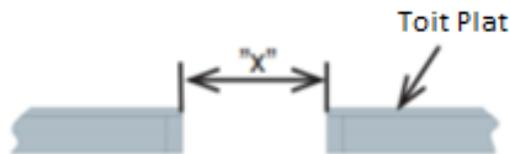
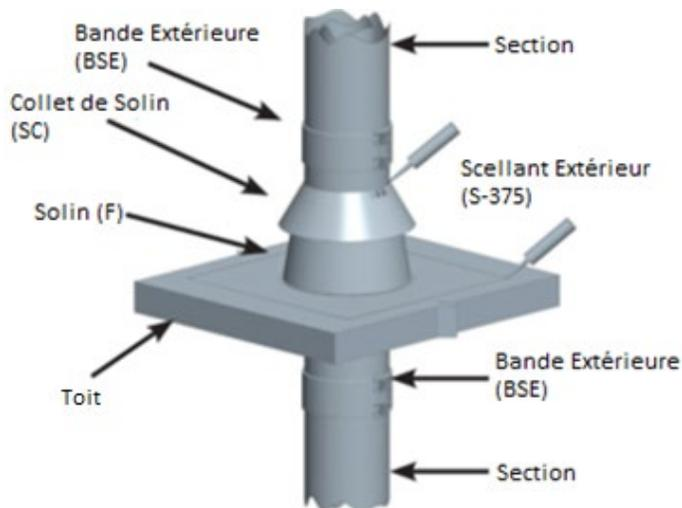

Figure 50 - Ouverture minimale pour toit plat
Figure 52 - Installation du Solin (F) - Vue du haut du toit
1. Coupez l'ouverture aux dimensions spécifiées dans le tableau 5. Voir la figure 50 pour un toit plat et la figure 52 pour un toit en pente. **REMARQUE:** Renforcer les bords du trou selon les besoins charge attendus.
5. Le Collet de Solin (SC) est placé autour de la cheminée et scellé à la paroi extérieure des sections avec du scellant pour joint extérieur S-350. Voir la figure 52 pour un solin installé (F). Le collet de Solin (SC) ne doit pas reposer complètement sur le Solin